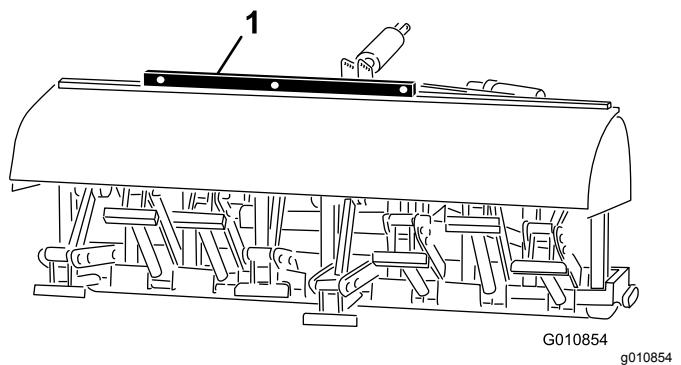

Bild 29
2. Legen Sie eine Wasserwaage auf den Aerifiziererrahmen und prüfen Sie das seitliche Niveau (Bild 29).